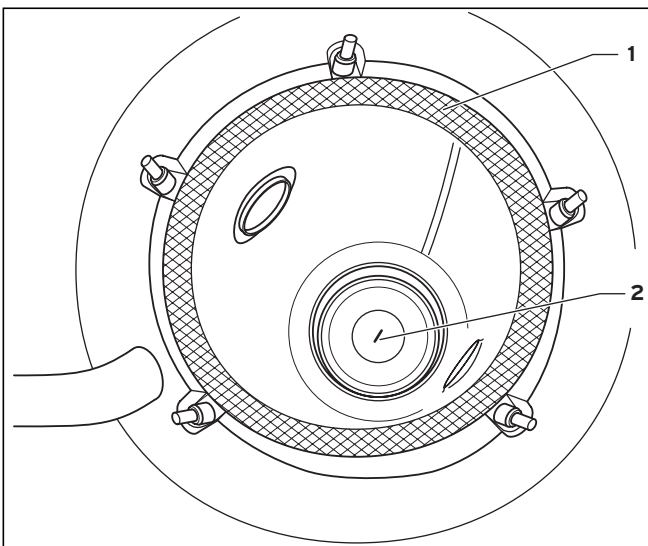

Abb. 7.7 Geöffnete Brennkammer
- Entfernen Sie die Prallschale (2, siehe Abb. 7.7) mit dem Haken der beigefügten Kondensat-Ablaufbürste und säubern Sie die Prallschale.